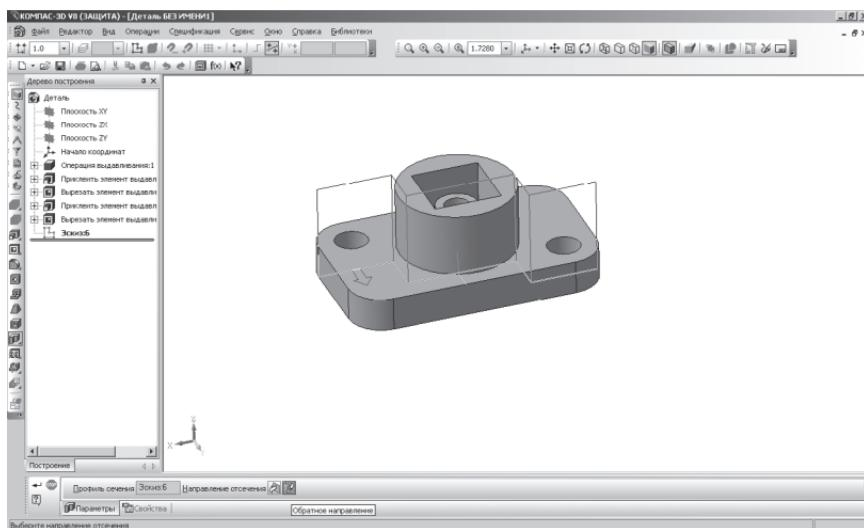

Рис. 249
- на панели Свойства – Профиль сечения – Эскиз. Направление сечения – Обратное, т.е. удаления части детали, обращенной к наблюдателю (направление отсечения показывается на фантоме в окне в виде стрелочки) – рис. 249;